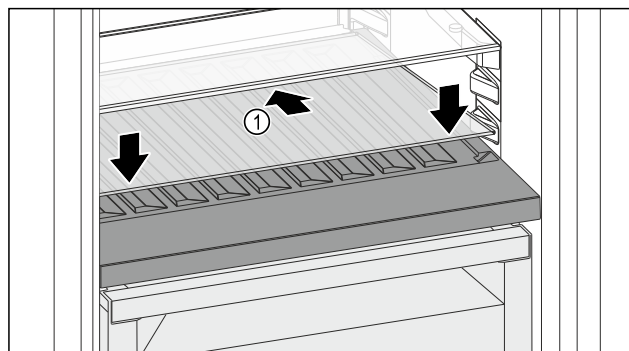

Fig. 158
- Glasplaat Fig. 158 (1) schuin naar achteren en naar beneden plaatsen.
- Glasplaat Fig. 158 (1) aan de voorzijde laten zakken.